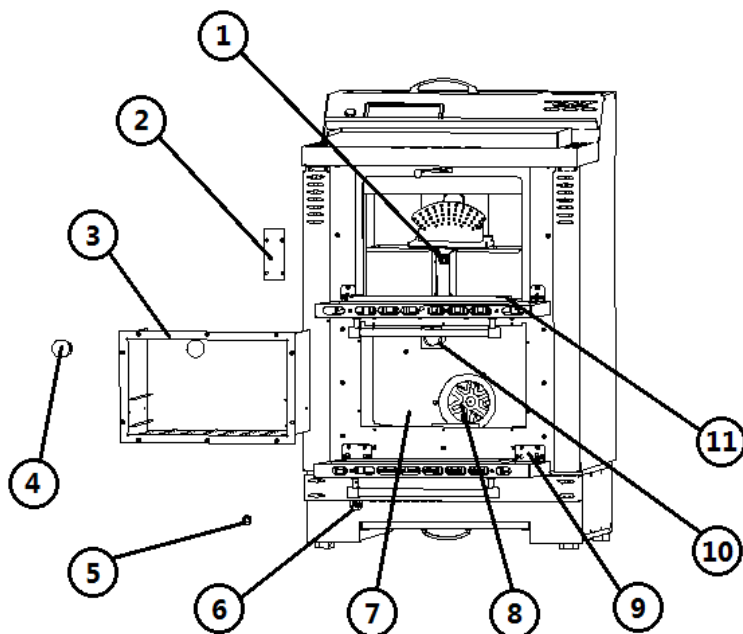

Fig. 37 - Vista frontale
LEGENDA	Fig. 37 a pag. 33
- Svitare le 4 viti del coperchio candeledda (vedi **Fig. 37 a pag. 33**).